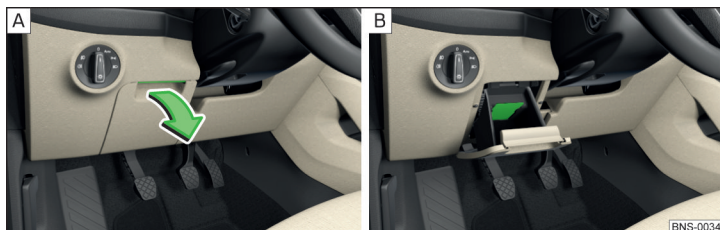

Fig. 107 Deschiderea compartimentului de depozitare/suportului pentru hârti
- Pentru **deschidere**, ridicați mânerul și deschideți compartimentul » fig. 107 - [A].
În compartimentul de depozitare se află un suport pentru hârti » fig. 107 - [B].